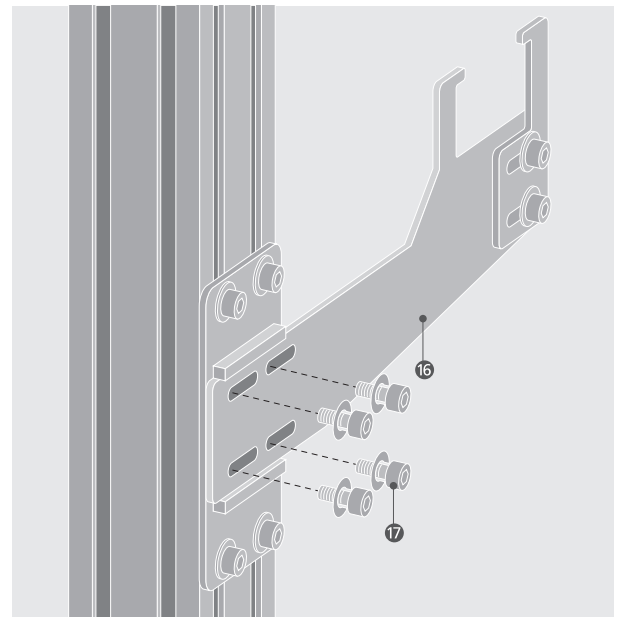

Abbildung 5.10.5
- Ausleger (16) an die Halteplatten (12) schrauben. Jeweils vier Zylinderkopfschrauben (17) mit Unterlegscheiben verwenden; Anzugsdrehmoment 21 Nm. (Abb. 5.10.5)